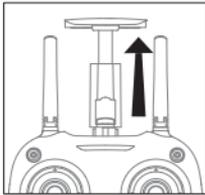
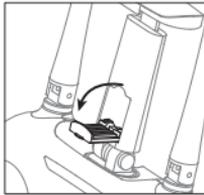

Bild 7
Bild 8
1. Ziehen Sie den Smartphone Halter nach oben (Bild 7). Dann öffnen Sie zuerst die untere Klemme (Bild 8).